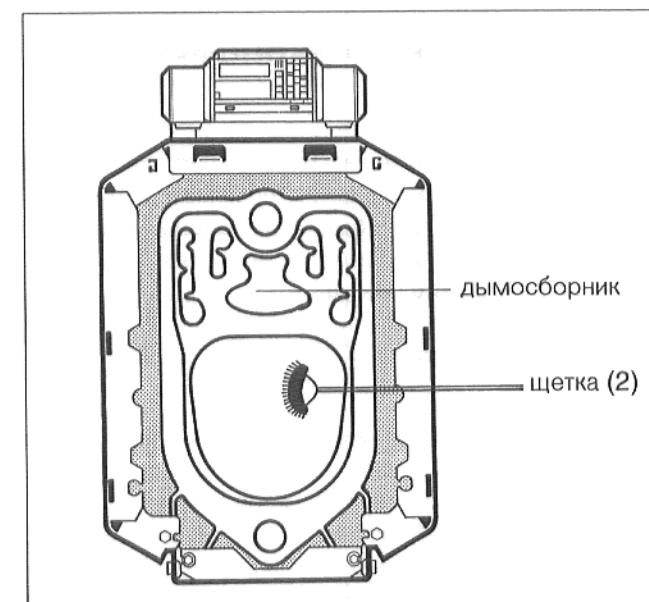

Рис. 40
- Щеткой (2) (ручка под углом) производится очистка дымосборника и камеры горения (рис. 40). Посредством вращения щетки (2) производится очистку дымосборника также между элементами.